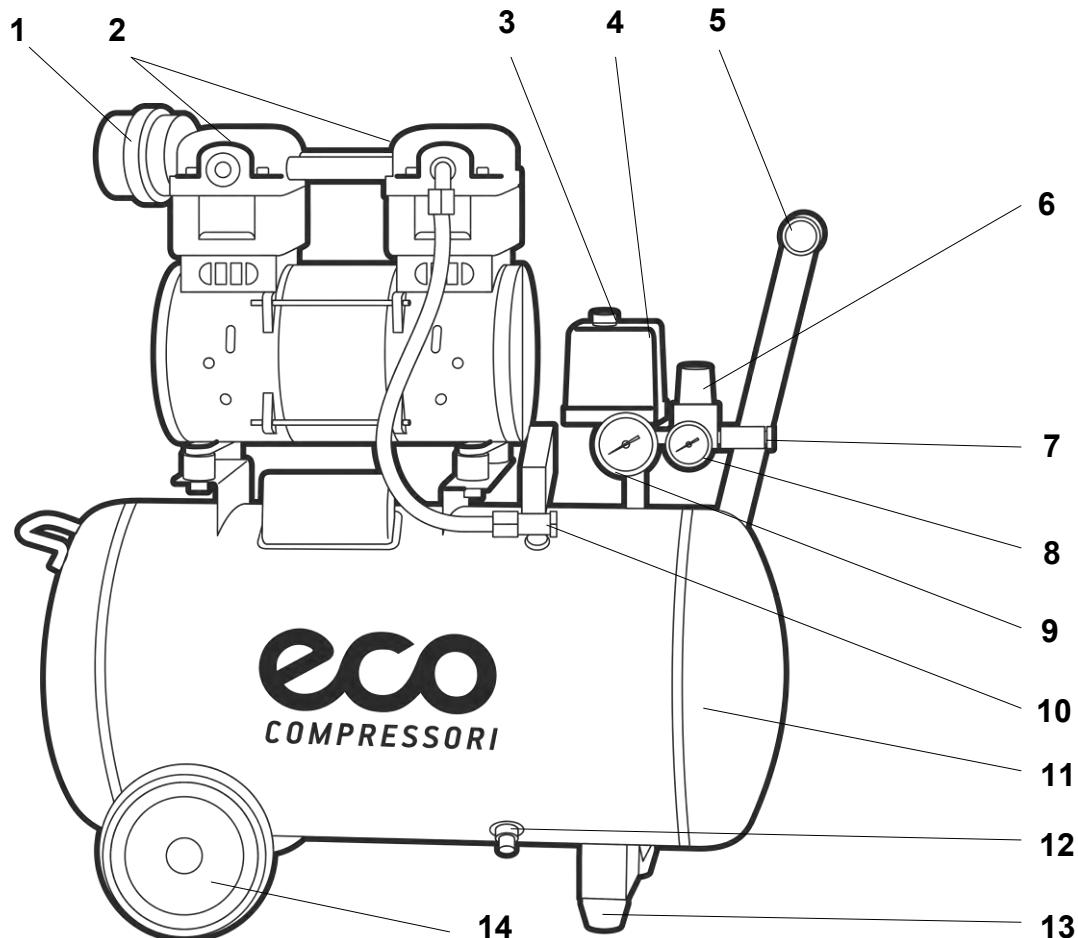

Рисунок 1
Убедитесь, что переключатель 3 находится в выключенном положении (см. рис.1).
Через быстроразъемное соединение 7 (см. рис.1) и, используя соответствующую пневмоаппаратуру и трубопроводы, соедините компрессор с потребителями сжатого воздуха.
После завершения вышеперечисленных операций компрессор готов к эксплуатации. Проверьте, чтобы переключатель 3 (см. рис.1) находился в положении «OFF».
При первом запуске компрессора, оставьте его поработать на время приблизительно 5 минут с полностью открытыми кранами выпуска воздуха. По истечении этого времени, закройте кран и проверьте, чтобы компрессор нагнетал воздух в ресивер 11 (см. рис.1) и останавливался автоматически по достижении максимального давления, указанного на компрессоре, а также на индикаторе манометра.
После первых 10 часов и каждые 3 месяца работы компрессора проверьте и при необходимости подтяните винты головок цилиндров компрессорной группы 2 (см. рис. 1). В результате теплового расширения металла цилиндров компрессора затяжка винтов может быть ослаблена. Для предотвращения срыва витков резьбы в цилиндрах компрессора, при затягивании винтов не прилагайте чрезмерного усилия.
ВНИМАНИЕ! Реле давления (прессостат) 4 (см. рис.1) отрегулировано изготавителем, и не должно подвергаться регулировкам со стороны пользователя. Компрессор оборудован устройством тепловой защиты от перегрузок — тепловым реле. При продолжительной работе и чрезмерном потреблении сжатого воздуха возможно автоматическое отключение компрессора вследствие перегрева. При срабатывании теплового реле нельзя включать компрессор и необходимо
- срабатывания реле давления (прессостата) 4 (см. рис.1) при максимальном давлении в ресивере 11 (см. рис.1).
ВНИМАНИЕ! По окончании работы полностью выпускайте сжатый воздух из ресивера 11 (см. рис.1).
При помощи регулятора давления 6 (см. рис.1), установите требуемое значение: при повороте ручки по часовой стрелке давление увеличивается, при повороте против часовой стрелки – уменьшается.
Значение давления указано на манометре 8 (см. рис.1).
Перед каждым включением компрессора следует сливать накопившийся в ресивере 11 (см. рис.1) конденсат. Слив конденсата осуществляйте следующим способом:
— установите в ресивере 11 (см. рис.1) давление воздуха равное 0,1–0,2 МПа (1-2 bar), выпуская сжатый воздух.
ВНИМАНИЕ! Если в ресивере 11 (см. рис.1) сжатый воздух находится под большим давлением, то при открытии крана для слива конденсата 12 (см. рис.1) произойдет выброс конденсата со значительной силой;
— установите под ресивер 11 (см. рис.1) поддон для слива конденсата;
— откройте кран 12 (см. рис.1) и слейте конденсат в поддон;
- Проверьте клапаны поступления и отвода воздуха, расположенные под головкой компрессорной группы 2 (см. рис.1). Очистите или при необходимости замените клапанные пластины и прокладки – производится в сервисном центре.